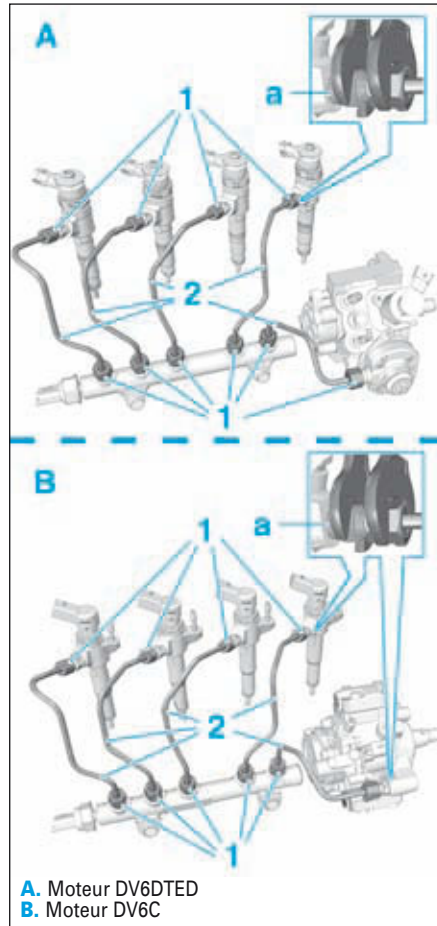
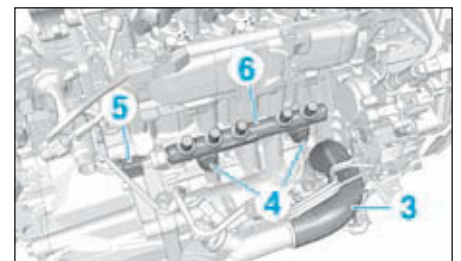

FIG.43
FIG.44
- Dévisser les raccords (1) (Fig.43).
- Déposer les canalisations haute pression (2).
- Débrancher et écarter la durit (3) (Fig.44).
- Déposer les vis (4).
- Débrancher le connecteur (5).
- Déposer la rampe commune haute pression (6).